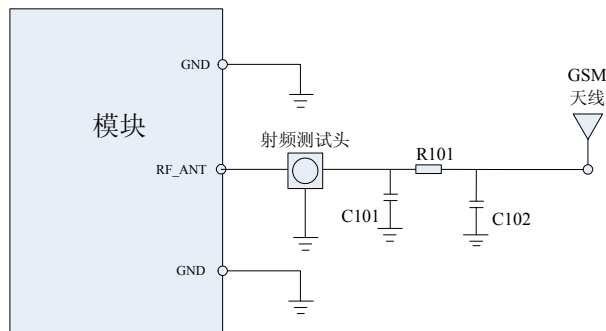

图 29: GSM 天线接口连接电路
- 图29中的射频测试头用于测试传导射频性能，应尽量靠近模块的RF_ANT脚放置；